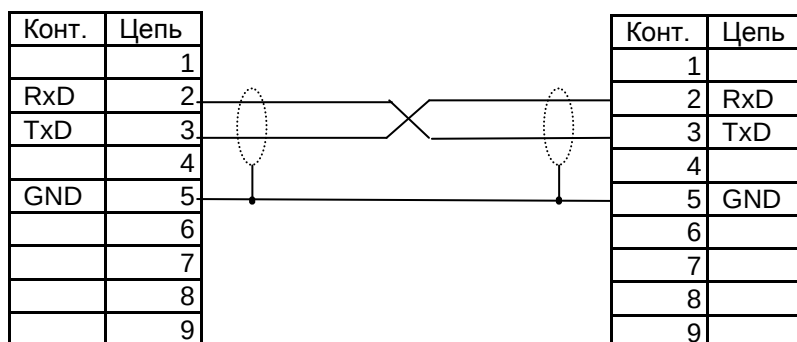

Рис. 9.4 - Электрическая схема кабеля
9.2 Электрическая схема кабеля для подключения весов к компьютеру приведена на Рис. 9.4.